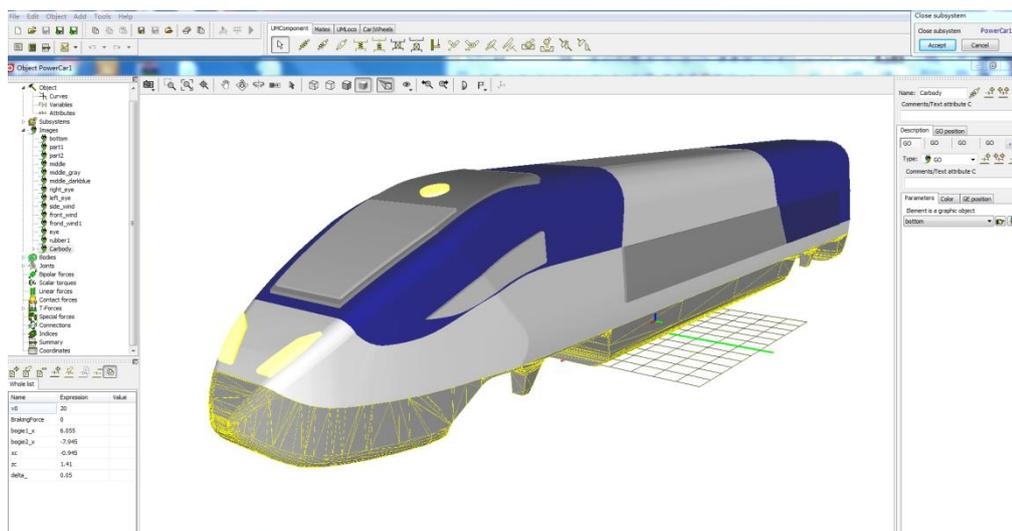

图 018-2 选择几何图形
2、在左侧模型树展开 **Images**，选中 **Carbody** 几何图形，如图 018-2；